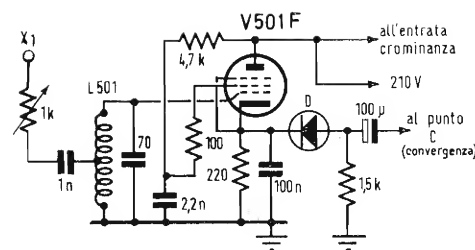

Fig. 12 - Primo stadio RF di crominanza.
15. - PRIMO TUBO RF DI CROMINANZA (c) - Fig. 12.
È previsto un dispositivo di spegnimento per mezzo di un segnale proveniente dal punto *C* del circuito di convergenza, trasmesso al catodo di questo tubo pentodo per mezzo di una rete comprendente una resistenza di 1,5 k $\Omega$ , un condensatore di 100  $\mu$ F e un diodo *D* tipo 1N541 (fig. 12).
per conseguenza conduttore il diodo. Si è così ultimata la descrizione dell'insieme dei dispositivi: distribuzione del segnale VF completo, separazione e primo stadio di crominanza. Il complesso detto di « crominanza » riceve il segnale fornito dal tubo V501F di fig. 12 al punto « all'entrata croma ».